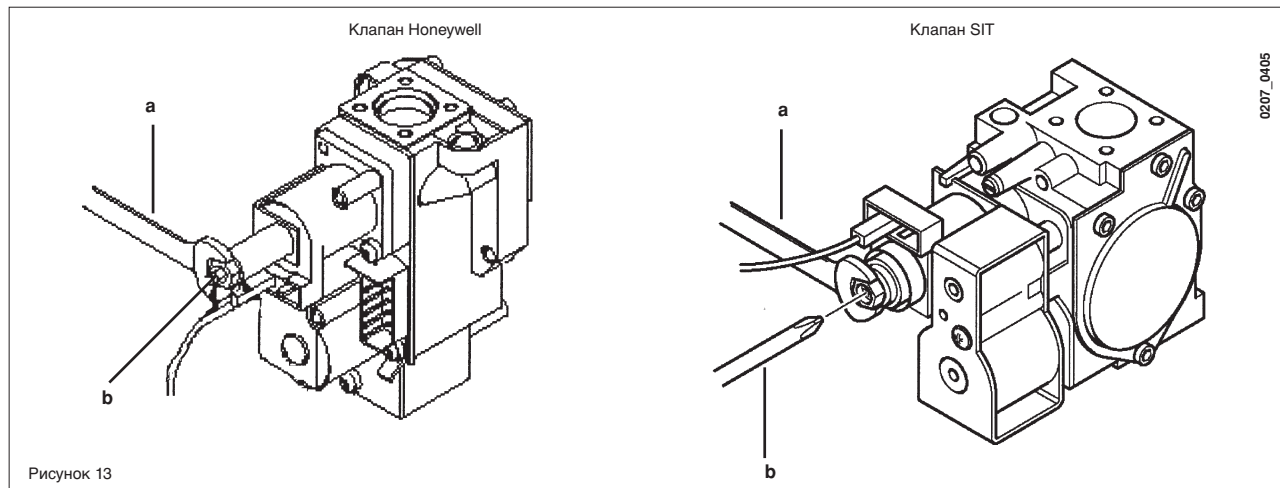

Рисунок 13
- Открыть газовый кран и повернуть ручку (1) в положение ЗИМА (❄️).
- Регулировать латунный винт (поз. а на рис. 13) так, чтобы получить давление, указанное в таблице 1 на странице 85.
- Отсоединить питающий кабель модулятора и развинчивать винт (поз. b на рис. 13) до достижения требуемого при пониженной мощности давления (см. таблицу 1 на странице 85).
Переключки в этом положении (см. рис. 13а):
Рисунок 13а
Переключки в этом положении (см. рис. 13б):